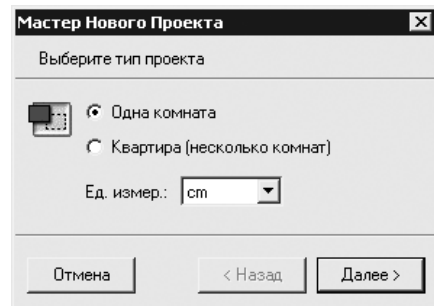

Рис. 9.23
2. Выполнить команду Проект ▶ Новый — откроется окно Мастер Нового Проекта (рис. 9.23).